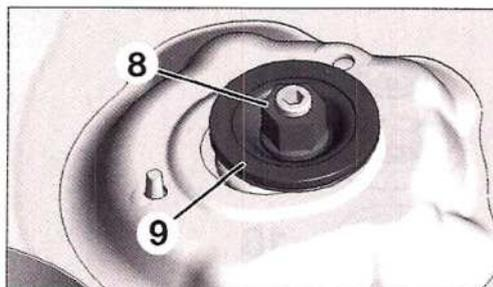

FIG. 5
• Desmontar la tuerca (8) y la copela (9) (Fig.5).